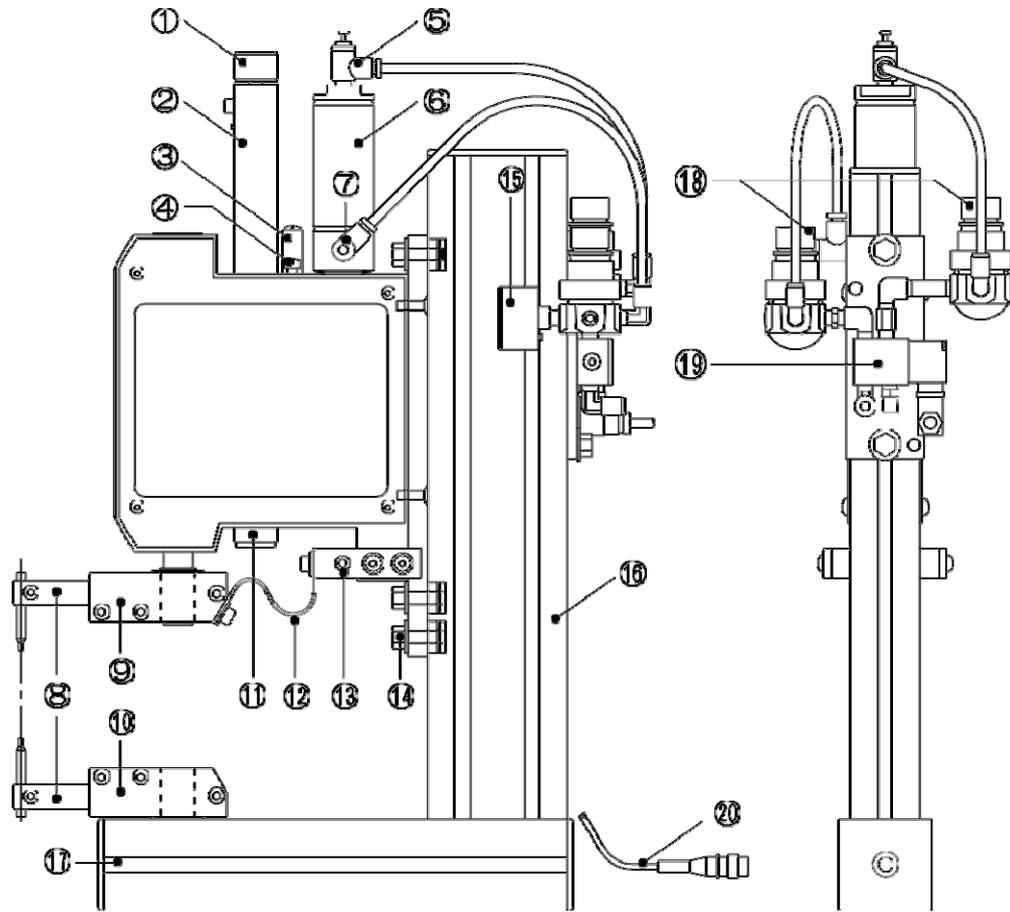

図 2
- (3) 溶接電源の「WELD」スイッチをOFFにします。
- (4) 溶接電源の他の設定をします。
- (5) ヘッドのスタートケーブルを電源から外します。
- (6) ヘッドの電極間スペースを調整し、加圧力ゲージが入る間隔に調整します。
- (7) 加圧力調整ノブを回し、スプリング筒の目盛を「4」に合わせます。
- (8) 下降限ストッパ(図2③)を、外れる手前まで反時計方向いっぱい回し、上部電極の最大下降点までストロークできるようにします。